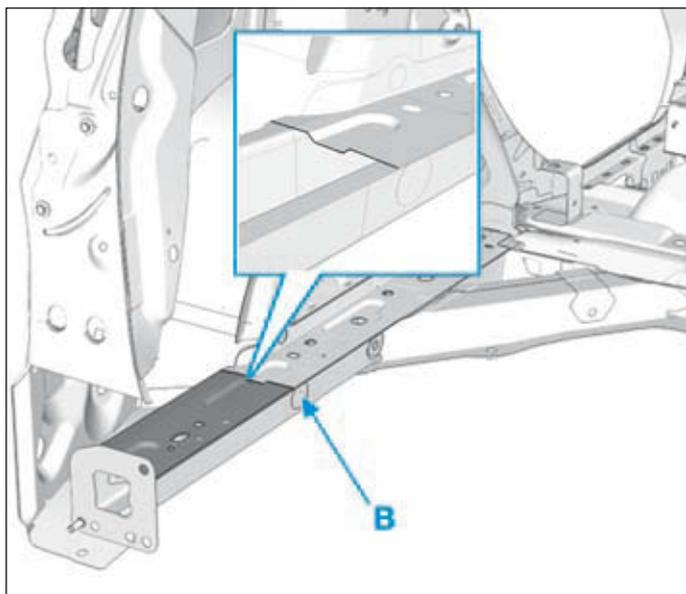

FIG.183
- Respecter la ligne de coupe (B) (Fig.183).